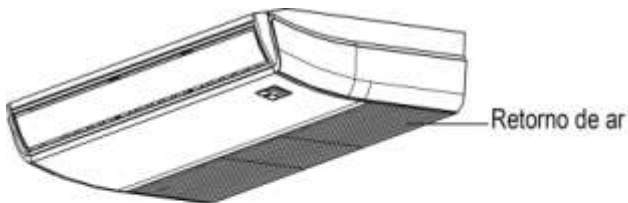

Fig. 6-1
- Abra a grelha de retorno de ar com uma chave de parafuso ou ferramenta semelhante. (Ver Fig. 6-1)